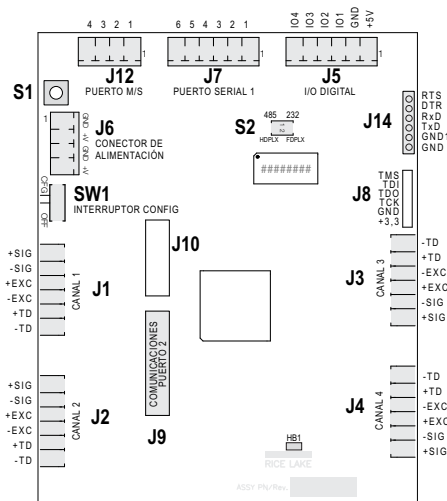

Figura 1. Placa de CPU de la iQUBE²
3. Asegúrese de que los interruptores DIP S2 de la placa de CPU de la iQUBE² están en 485 (1,2 ambos en OFF). Consulte en la Figura 1 la ubicación del interruptor DIP S2.